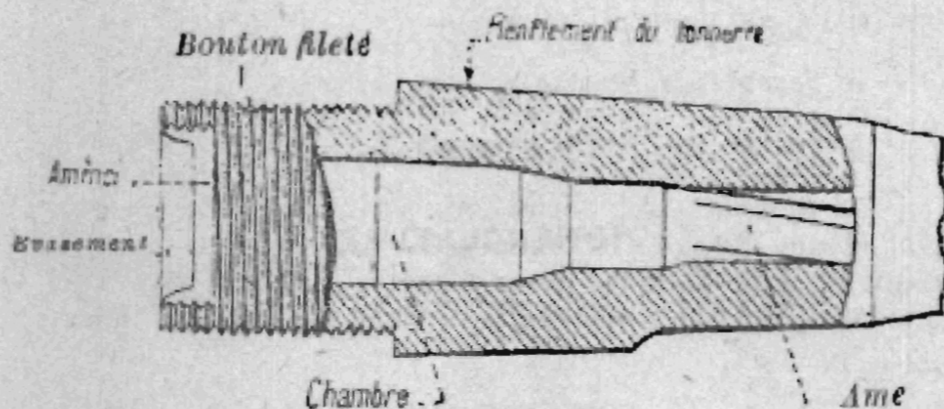

Fig. 1. — Canon (partie postérieure.)
(1) Il existe des fusils 1916 aménagés pour recevoir une lunette de pointage (voir Xe Partie, Nos 17 à 24).
2. Intérieur (fig. 1). — l'âme, du calibre de 8 millimètres (1),
3. Extérieur (fig. 1 et 2) : la tranche de la bouche; le petit et le grand tenons d'épée-baïonnette et l'embase du guidon, tous les trois venus de forge avec le canon; le guidon, soudé